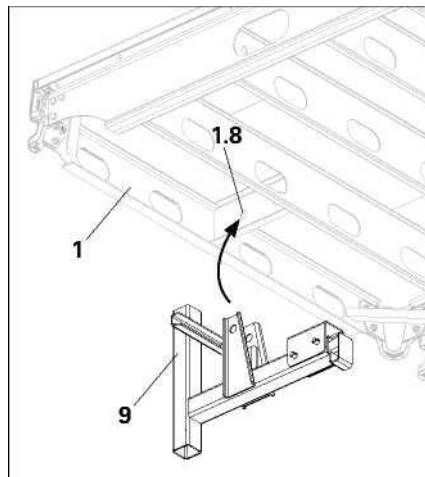
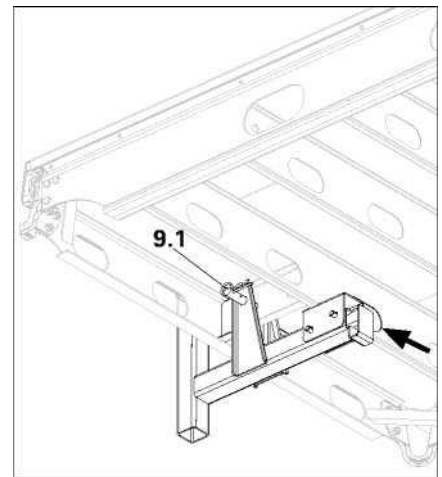

Fig. A9.01
Fig. A9.02
(Fig. A9.01 + Fig. A9.02)
3. Para apertar o suporte de guarda-corpo, martelar o rebordo como mostrado na seta. (Fig. A9.02)